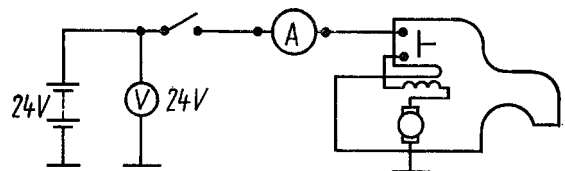

Рис. 347. Схема электрическая проверки стартера
**При испытании в режиме холостого хода** стартер не нагружен и его якорь свободно вращается. Потребление энергии вызвано только механическими и электрическими потерями в самом стартере. Питание стартера должно осуществляться от полностью заряженных батарей (рис. 347).